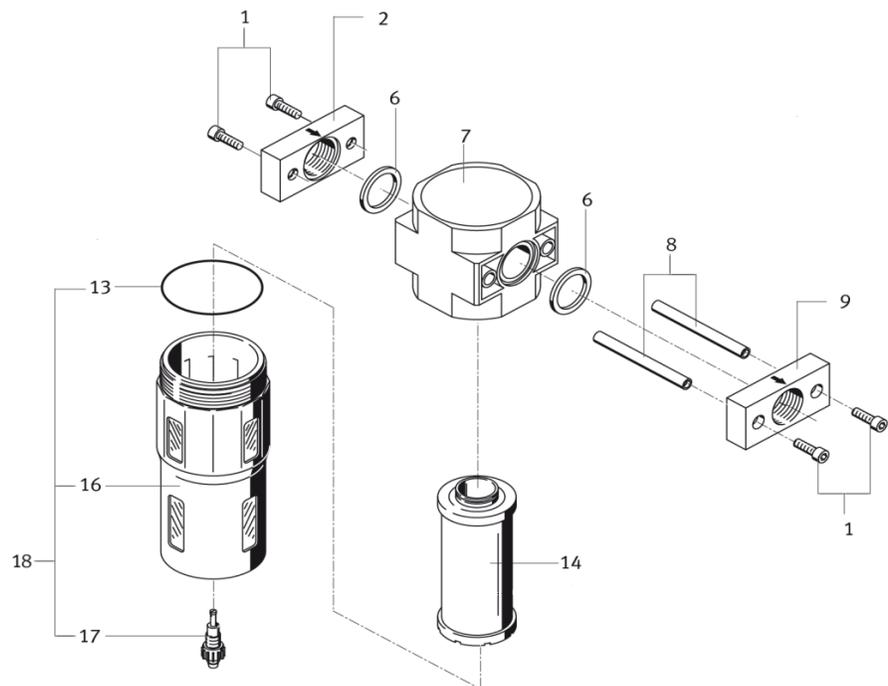

Fig. 5-8 Extrait de la notice du fabricant
3. Dévisser le récipient à condensat (18, fig. 5-8).
4. Remplacer l'élément filtrant (14) et revisser le récipient à condensat.